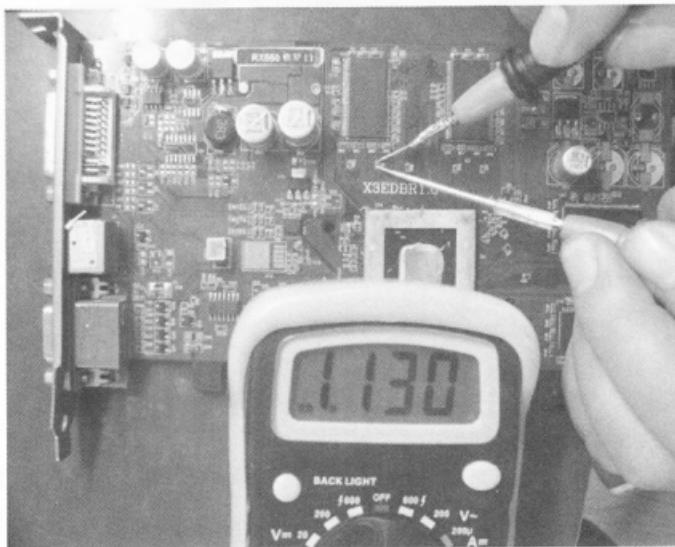

图 5-95 电阻坏了
(12) 量右边的电阻为  $1130\Omega$ ，如图 5-95 所示。